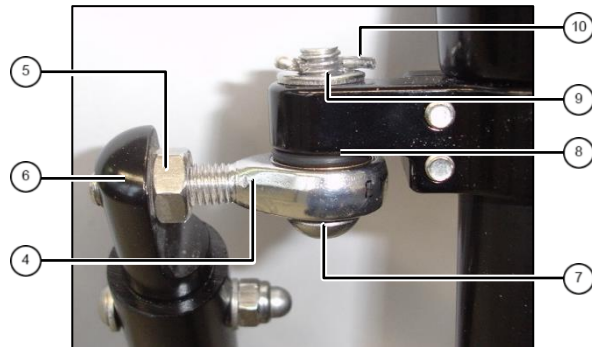

Abb. 4: vordere Befestigung
3. Gelenkkopf ^④ mit Mutter ^⑤ in vorderes Endstück ^⑥ eindrehen (siehe Abb. 4). Mutter noch nicht festziehen. Schraube ^⑦ durch Gelenkkopf und O-Ring ^⑧ stecken, mit Gewindekleber versehen und von unten in Lenkhebel drehen. **Anzugsmoment: 5Nm.**
4. Unterlegscheibe ^⑨ auf Schraube stecken und Splint ^⑩ montieren.